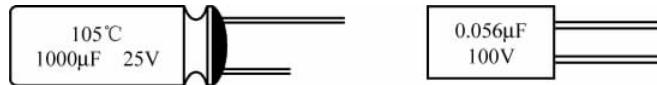

图 3.20 电容器直标法示例图
(1) 直标法。将电容器的主要参数和技术指标直接标注在电容器的表面。直标法可以用阿拉伯数字和文字符号标出,如图 3.20 所示。电容器的直标内容一般是:商标、型号、工作温度、工作电压、标称电容量及允许偏差、电容温度系数等,不过上述内容不一定全部标出。